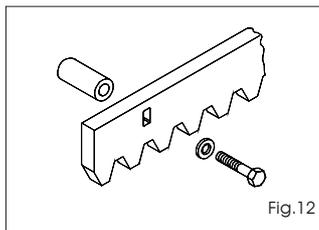

Fig. 12
5.4.2. Cremagliera di acciaio ad avvitare (Fig. 12)